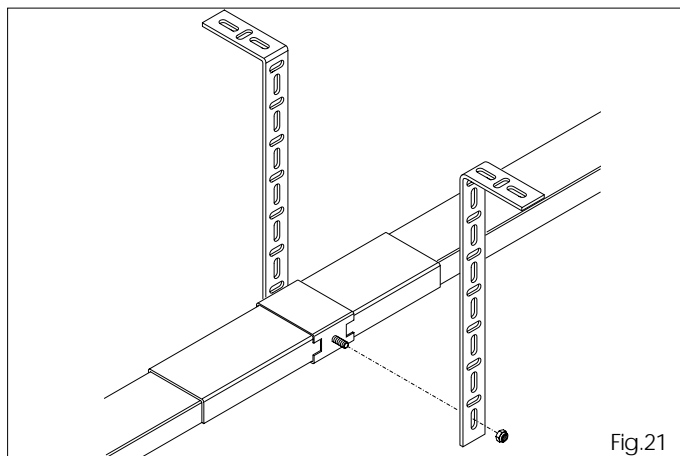

Fig.21
- 6.15 Si la glissière de support central e a été utilisée, préformer les brides, les bloquer avec un écrou et fixer au plafond (fig.21).